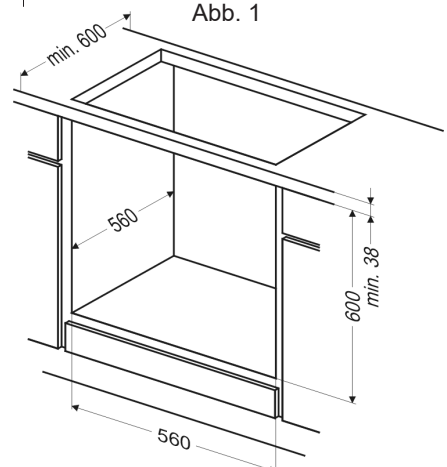

Abb. 2
- Ausschnitt im Möbelstück (im Schrank) für Montage des Backofens vorbereiten, der die Außmasse nach dem Abbildung 2 hat.